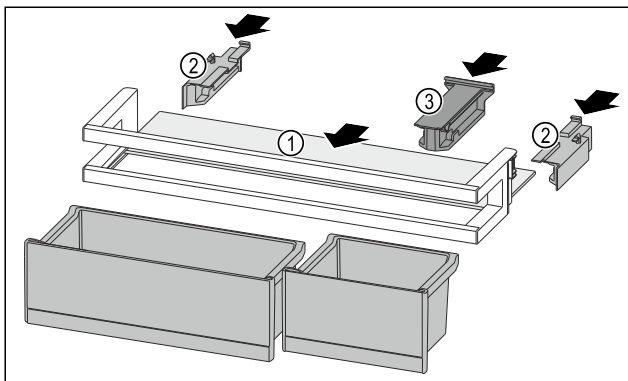

Fig. 95
- ▶ Посуньте полицю Fig. 95 (1) у бічні пази.
- ▶ Вставте бічні елементи Fig. 95 (2).
- ▶ Вставте кріпильний елемент Fig. 95 (3).